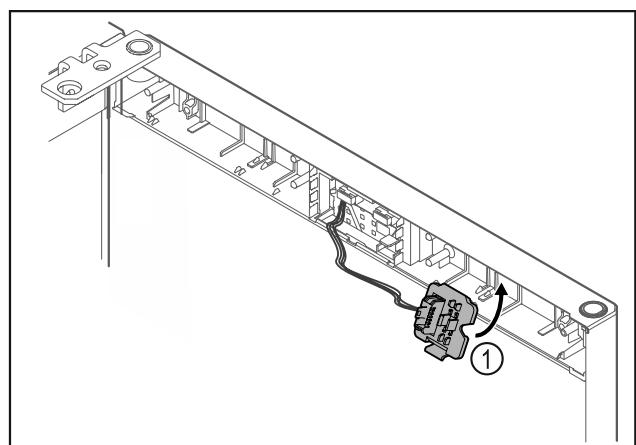

Fig. 23
► Užfiksuojite kištuko laikiklį Fig. 23 (1) priešingoje pusėje.